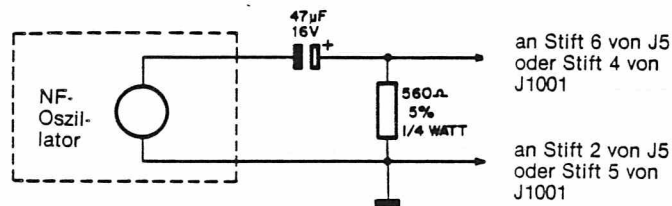

Abbildung 1
- An die Mikrofonbuchse wird ein NF-Generator angeschlossen, wie in Abbildung 1 gezeigt. Der Generator soll eine Tonfrequenz von 1000 Hz bei einer Amplitude von 800 mV eff. abgeben.